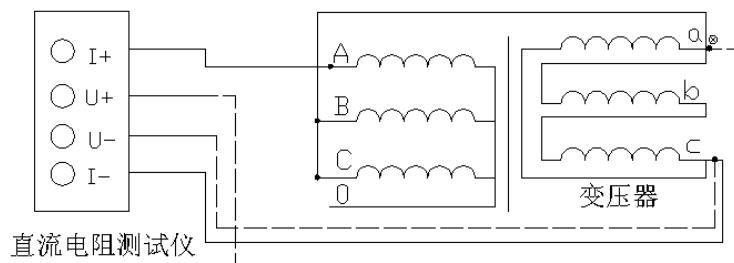

图 7.2 测量低压 Rac 的接线方法
b) 助磁法接线见图 7.2~7.4 (适用于 Y(N)-d-11 联接组别)。